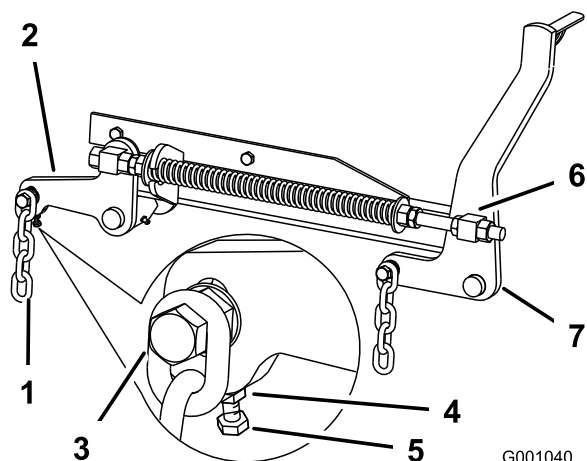

**Figura 104**
1. Posicione a lâmina **direita** na horizontal (Figura 104).
2. Meça a lâmina direita no local **B**, de uma superfície plana à extremidade de corte da ponta da lâmina (Figura 104).
4. Posicione a lâmina esquerda na horizontal (Figura 104).
5. Meça a lâmina esquerda no local **C** (Figura 104), de uma superfície plana à extremidade de corte da ponta da lâmina.